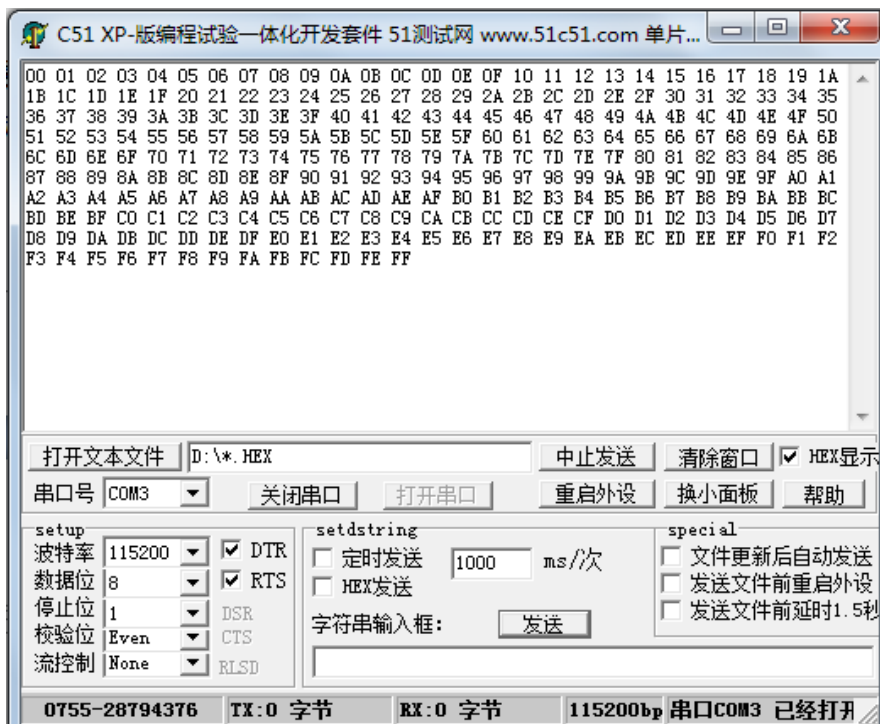

图 6 实验结果
(4) 用 JLINK 将开发板和电脑连接，打开 I2C 实验-读写 24C02 工程，编译，运行，此时可以看到串口软件接收到了开发板发来的数据，实验结果如图 6 所示。